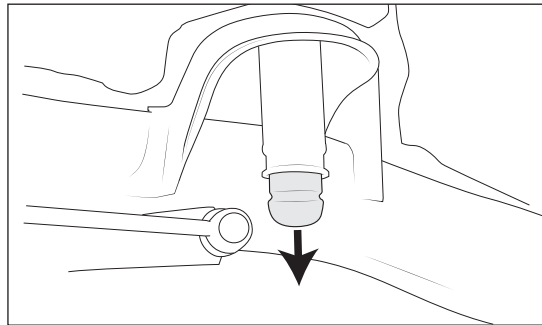

Abbildung 16
A. Entferne die Anschläge aus Kunststoff innerhalb der Federn. Diese sind einfach eingepresst. Zum Abnehmen bewege sie nach unten und zur Seite oder heble sie vorsichtig aus (Abb. 16).